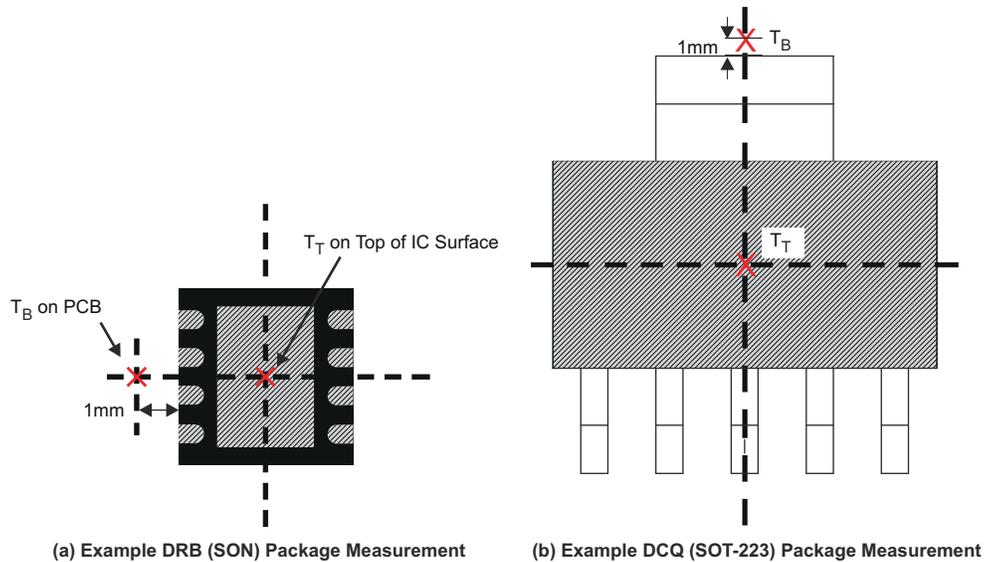

图 7-8.  $T_T$  和  $T_B$  的测量点
- $T_B$  是在 PCB 表面距器件封装 1mm 测得的 PCB 温度 (请参阅图 7-8)